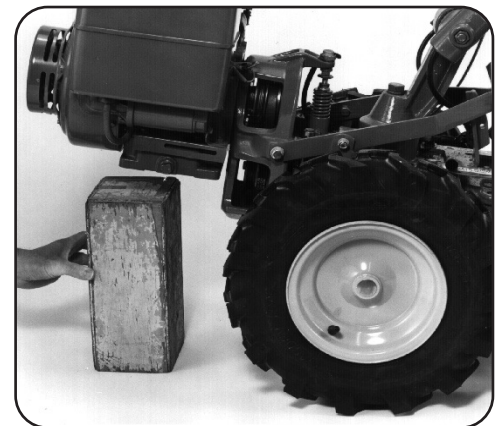

Figura 4-20
- Coloque un soporte sólido debajo del motor para evitar que este se incline hacia adelante al extraer el accesorio de los dientes. Consulte la Figura 4-20.